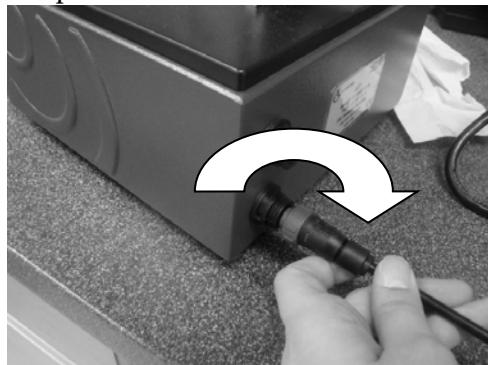

Figura 1. Sujeción del cable de alimentación
- 1 Coloque el cable de alimentación proporcionado en el conector de potencia ubicado en el lateral izquierdo inferior en la parte posterior del sistema FTIR serie 5500 (consulte la Figura 1).